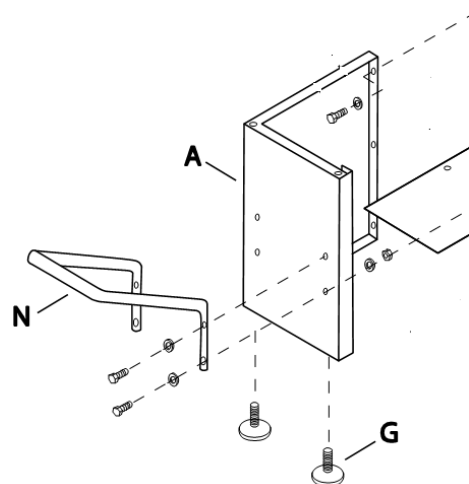

Fig 2
Monter la poignée (N, Fig 2) sur la tôle gauche (A) avec 4 vis hexagonales, des rondelles et des écrous.